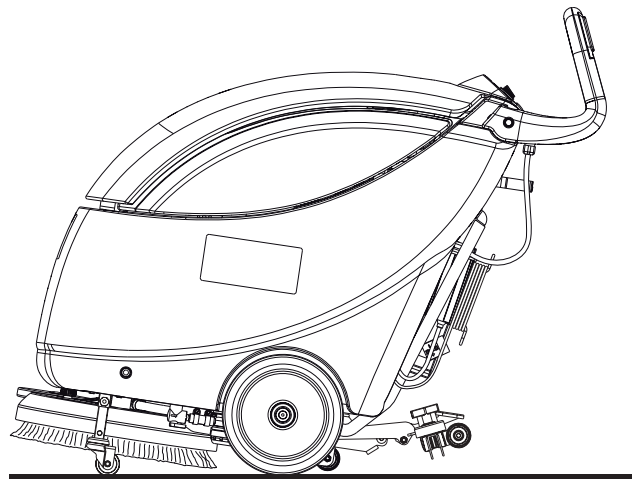

Abbildung 3
10. Die Bürstenbetätigungstasten (51) loslassen.
11. Den Schalter (53) in die Position „0“ stellen, um den Saugmotor auszuschalten.
12. Den Schalter (52) in die Position „0“ stellen, um den Bürstenmotor auszuschalten.
13. Zum Einschalten des Geräts, den Hauptschalter (26) auf „0“ stellen.
14. Netzkabelstecker (21) vom Stromnetz trennen und auf den Halter wickeln.
15. Arretierstift (24) betätigen und Bürste/Padhalter durch Einführen der Transport-/Parkvorrichtung (23a) anheben (siehe Abb. 3).
1. Zum Einschalten des Geräts, den Hauptschalter (26) auf „0“ stellen.
2. Netzkabelstecker (21) vom Stromnetz trennen und auf den Halter wickeln.
3. Die Sauglippe (46) heben.
4. Arretierstift (24) betätigen und Bürste/Padhalter durch Einführen der Transport-/Parkvorrichtung (23a) anheben (Abb. 3).
6. Damit Bürste/Pad nach Arbeitsende nicht über den Boden gezogen werden und Feuchtigkeitsspuren zurücklassen, wird empfohlen Bürste/Pad aus dem Kopf auszuhängen (für den Vorgang, siehe Verfahren hier unten) und die Gruppe dann am vorderen Halter (33) aufzuhängen.